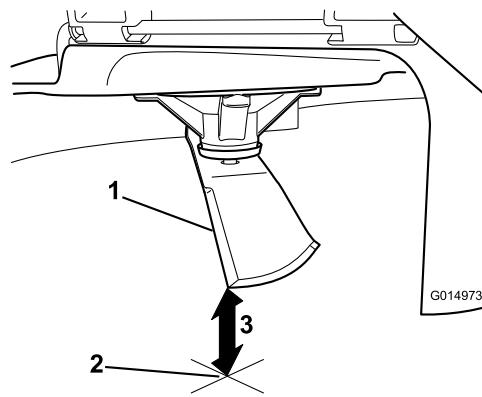

Рисунок 67
3. Відміряйте відстань від кінчика ножа до пласкої поверхні (Рисунок 67).